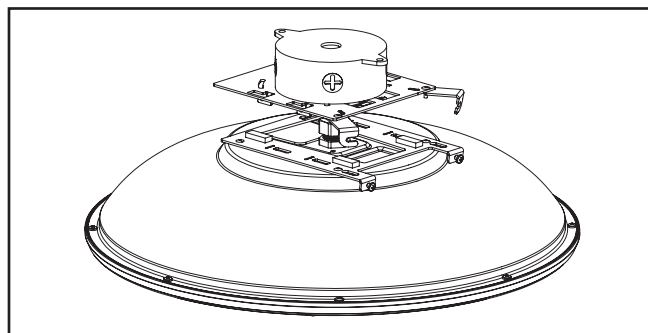

Figure 4
5. Realice las conexiones eléctricas (FIG. 4).